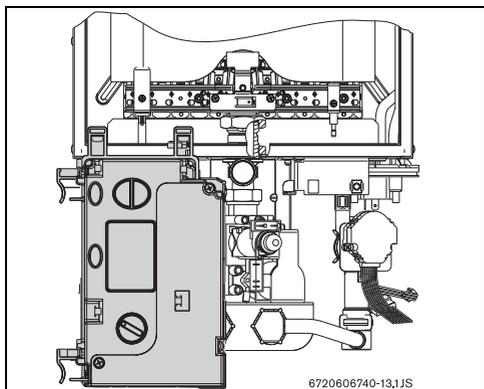

Fig. 19 Caixa de comando - posição de ajuste de gás
- Uma vez a caixa de comando retirada, posicioná-la de acordo com a Fig. 19.